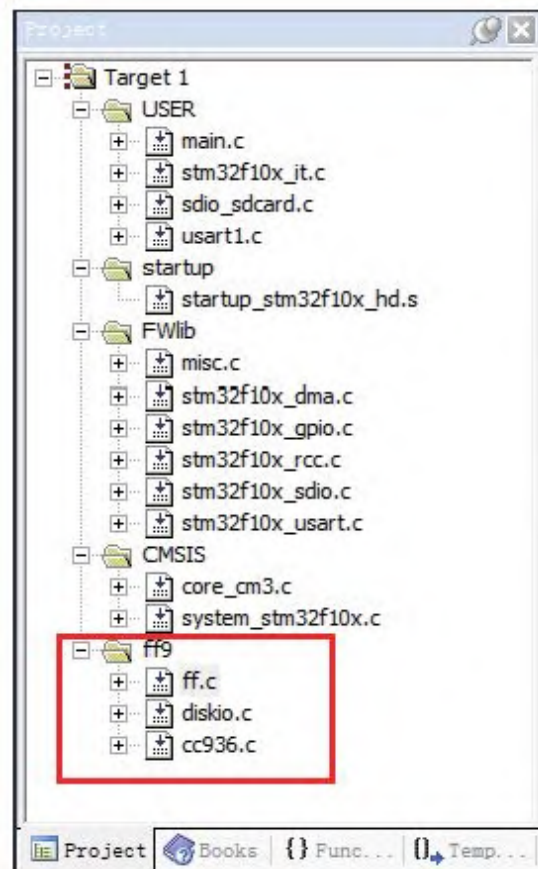

图 18-6 添加源文件到工程
3) 返回到MDK界面下，添加ff9项目组，并把ff9\src\目录下的ff.c、ff9\src\option目录下的cc936.c和新建的diskio.c这三个文件添加到ff9项目组下，见图18-6。